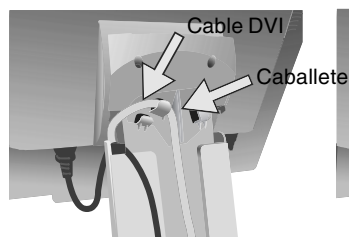

Figura C.3
6. Introduzca el cable DVI y el cable de alimentación en sus corchetes correspondientes, según se indica en la **figura C.3**.